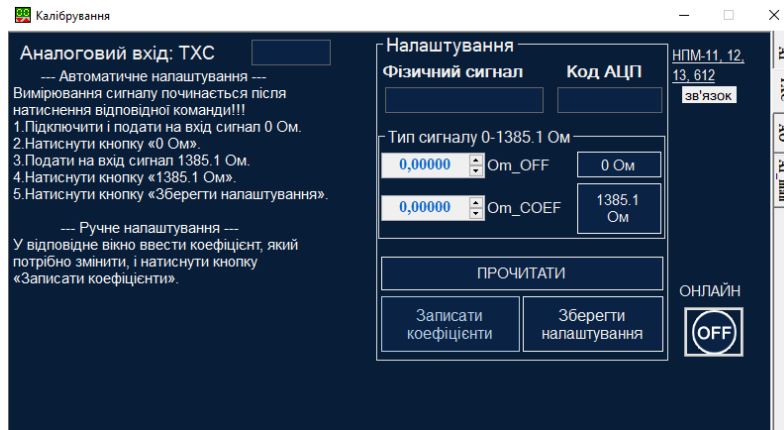

Рисунок 4.6 - Меню калібрування для термометрів опору
- на модулі універсальних входів встановити положення переминок в положення відповідно до обраного типу вхідного сигналу (таблиця 4.1, рисунок 4.6).